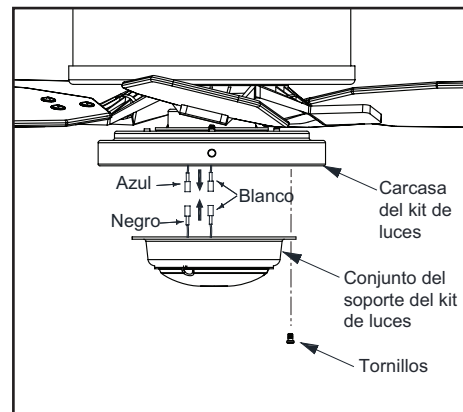

Figura 19
3. Quita un tornillo de la carcasa del kit de luces y afloja, pero no quites, los otros dos. Conecta los cables del conjunto del soporte del kit de luces a los cables del conjunto motor-ventilador uniendo los enchufes moldeados del adaptador. Coloca con cuidado todos los cables y empalmes dentro de la caja del interruptor. (Figura 19)
4. Empuja el conjunto del soporte del kit de luces hacia arriba de manera que las cabezas de los dos tornillos aflojados encajen en las ranuras tipo ojo de cerradura. Gira el conjunto del soporte kit de luces hacia la derecha y aprieta los tornillos. Vuelve a instalar el tornillo que retiraste en el paso 3 y apriétalo firmemente. (Figura 19)